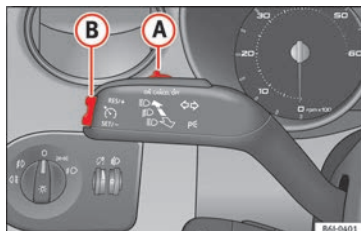

Fig. 148 Levier des clignotants et des feux de route : commande et touche basculante pour régulateur de vitesse.
inférieure de la commande à bascule **SET** » **fig. 148 B**.
- Appuyez sur la partie supérieure de la touche basculante **RES** » **fig. 148 B** pour augmenter la vitesse. Tant que vous maintenez enfoncée la commande à bascule, le véhicule accélère. Lorsque vous lâchez la commande à bascule, la nouvelle vitesse est mémorisée.
- Appuyez sur la partie inférieure de la commande à bascule **SET** » **fig. 148 B** pour réduire la vitesse. Le véhicule réduira la vitesse en décélérant automatiquement tant que la touche est enfoncée. Lorsque vous lâchez la commande à bascule, la nouvelle vitesse est mémorisée.
Si vous diminuez la vitesse mémorisée en appuyant sur la pédale de frein, le régulateur se désactive. Vous pouvez réactiver le régulateur en appuyant une seule fois sur la partie supérieure **RES+** de la commande à bascule » **fig. 148 B**.